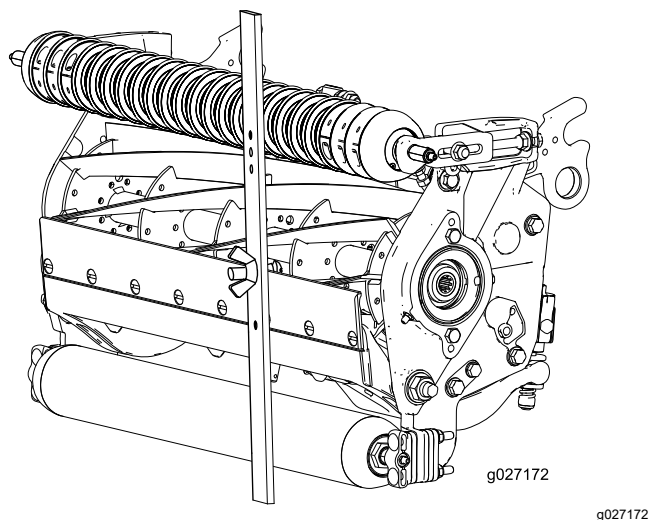

Figura 17
4. Agganciate la testa della vite sul tagliente della controlama e poggiate l'estremità posteriore della barra sul rullo posteriore (Figura 17).
5. Ruotate la vite di regolazione fino a quando il rullo anteriore entra a contatto con la barra indicatrice (Figura 17).